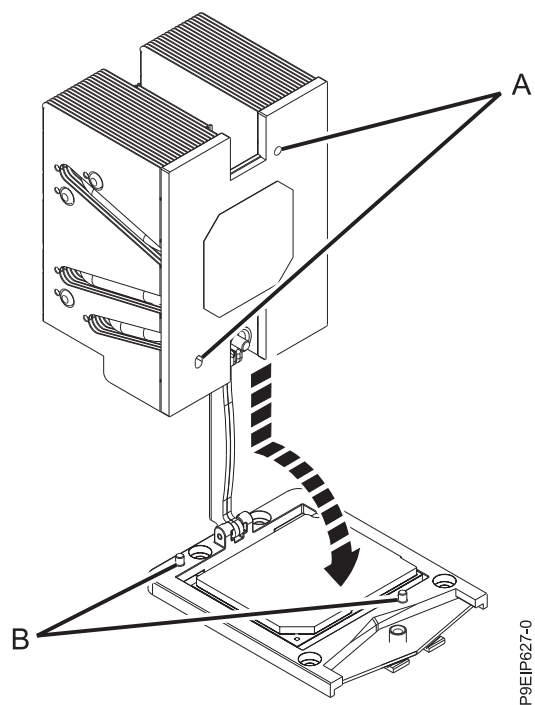

Figura 75. Instalando o dissipador de calor
14. Instale o novo dissipador de calor fornecido que é fornecido no kit de FRU. O TIM é pré-aplicado ao dissipador de calor. Abaixе cuidadosamente o dissipador de calor sobre o módulo de processador do sistema, prateleira ou lado do entalhe para baixo. Passe o braço de carregamento através do dissipador de calor. Assegure-se de que os orifícios no dissipador de calor (**A**) sejam alinhados com os pinos de alinhamento (**B**) no soquete, conforme mostrado na Figura 75 na página 65.